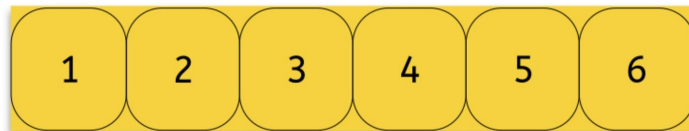

Рис.7. Разделение ворот на 6 участков.
9.3.A.3. Первоначально противоположная цель полностью открыта (см. Рис. 7). После каждого забитого гола член команды бросает кубик, и часть цели, соответствующая числу на кубике, будет закрыта чёрным ящиком. Если эта часть цели уже пройдена, кубик снова будет брошен (см. Рис. 8).